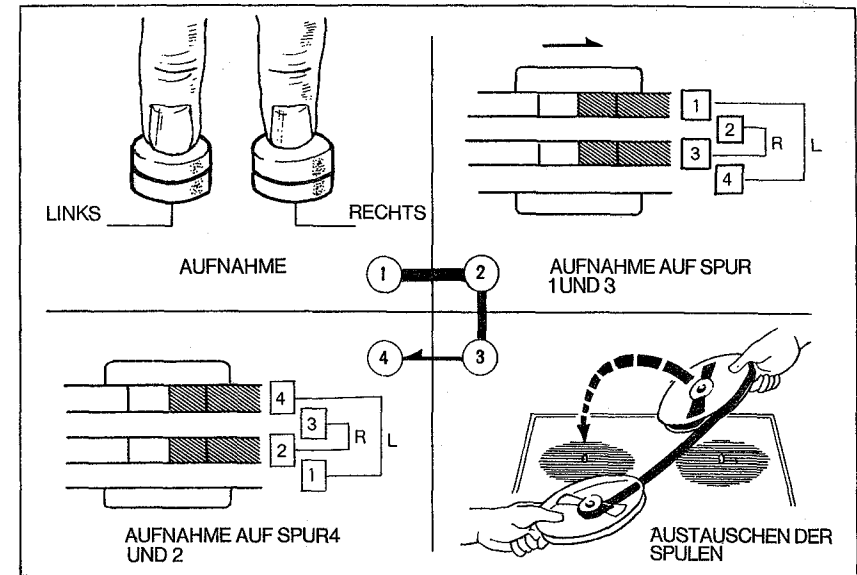

Abb. 6 Stereoaufnahme
- Stereoaufnahme in Vierspurtechnik (siehe Abb. 6)